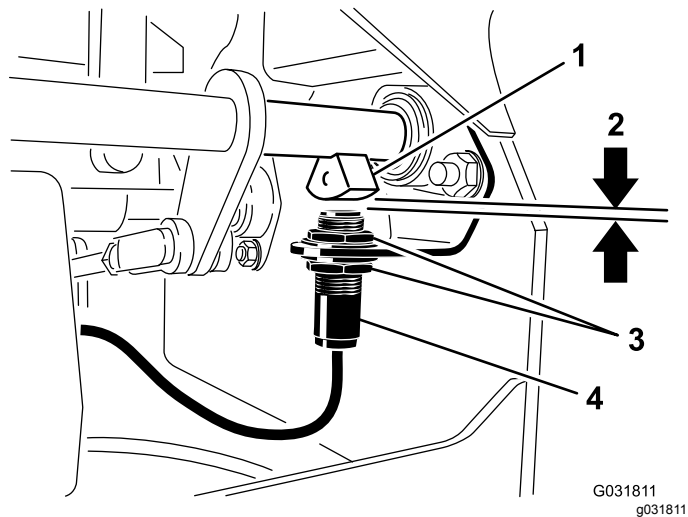

图45
4. 在支架上上下移动开关直至制动轴传感器与开关柱塞之间的距离达到4mm如图45所示。